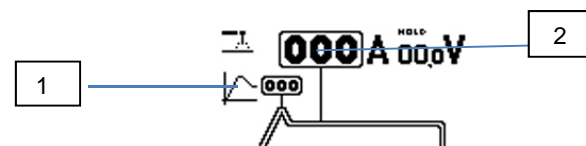

Bild 4
- OPTION HOTSTART (Bild 4, Ref 1)
- SCHWEISSSTROM (Bild 4, Ref, 2)